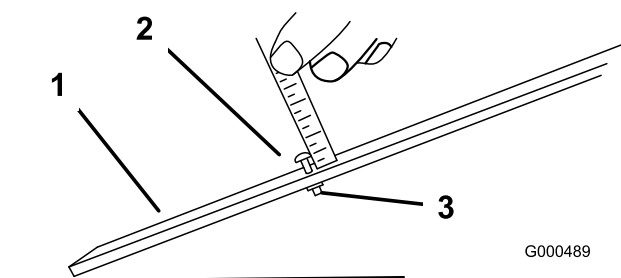

Figure 9
2. Desserrez l'écrou du gabarit (Figure 9) et tournez la vis de réglage de manière à obtenir la hauteur de coupe voulue. L'écartement entre la base de la